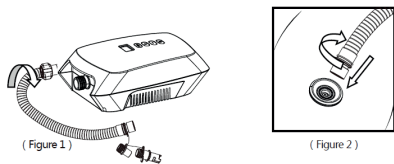

Abbildung 1
- * Schließen Sie das Ende mit dem flexiblen Schlauchadapter an der Luftpumpe an (1) und ziehen Sie ihn im Uhrzeigersinn fest, wie in Abbildung 1 dargestellt.